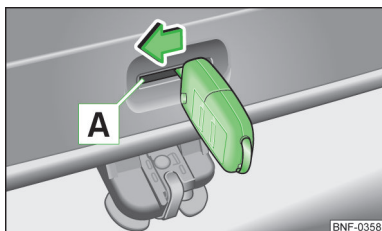

Fig. 18
- Introduceți cheia autovehiculului sau o sculă similară, până la limită, în orificiul **A** » fig. 18 din capitolul capotei.